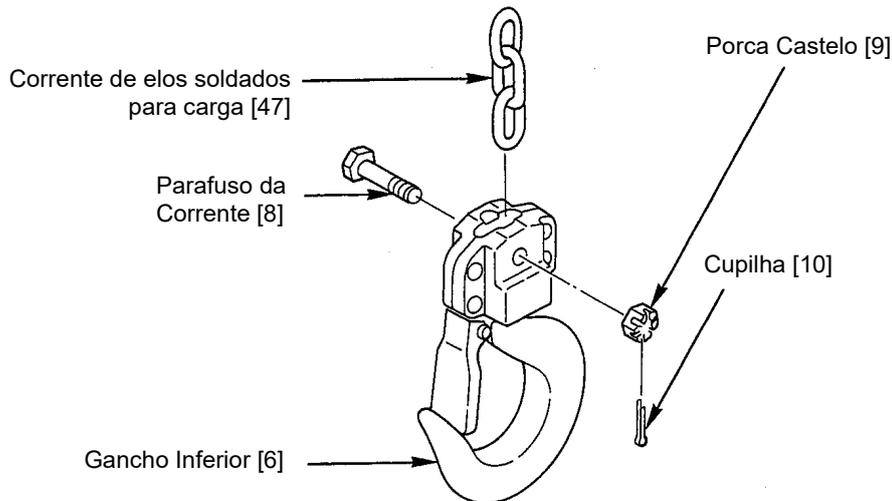

Figura 6-11 Montagem do Conjunto do Gancho Inferior
22) Insira a outra ponta da corrente de elos soldados para carga [47] ao gancho inferior [6] e prenda-os com o parafuso da corrente [8], porca castelo [9] e cupilha [10]. Veja a Figura 6-11.